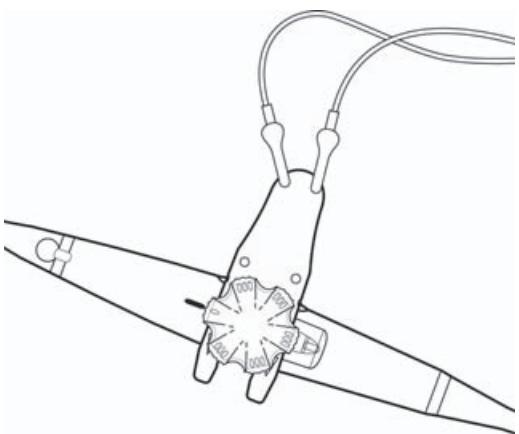

Figur 6 Fastgørelse af lederpladen
- a Slut den sorte leder til lederpladen i saltvandsbadet som angivet på **Figur 6**.